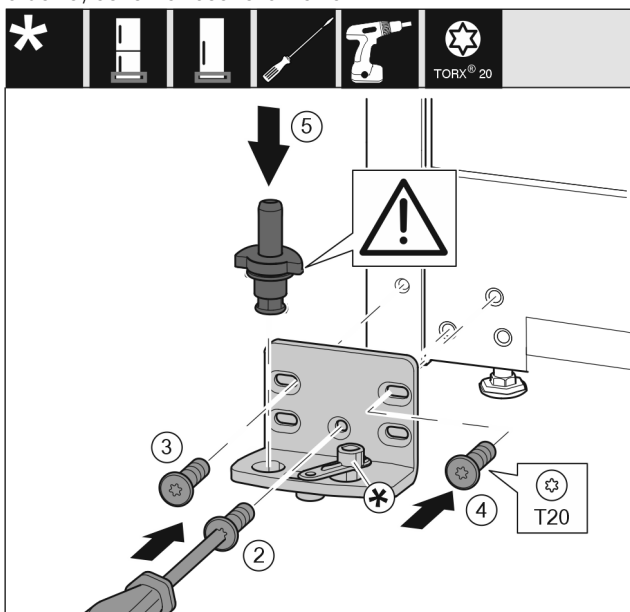

Fig. 20
- ▶ Helyezze fel a csapágybakot a másik oldalra, és csavarozza fel csavarhúzóval. Kezdje alul, a középső csavarral Fig. 20 (2).
- ▶ Húzza meg a csavart Fig. 20 (3) és a csavart Fig. 20 (4).
- ▶ Helyezze be teljesen a csapszeget Fig. 20 (5). Ügyeljen közben arra, hogy a reteszelő bütyök hátrafelé mutasson.